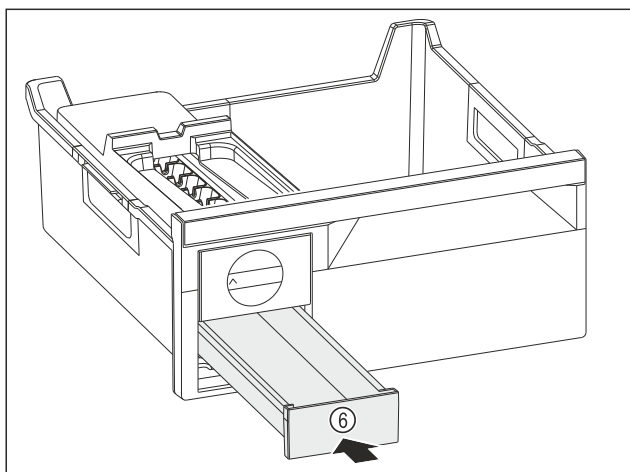

Fig. 146
- Umetnite Fig. 146 (6) prelinac za kockice leda.